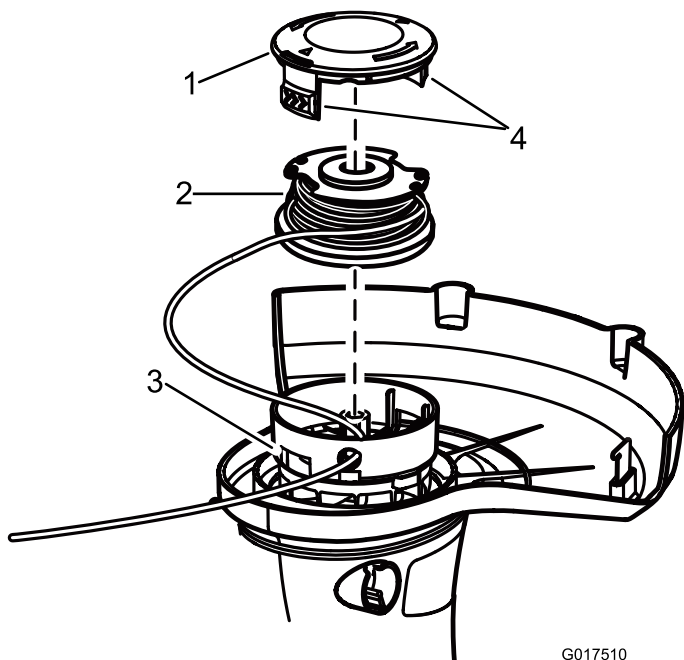

Figura 10
2. Presione las pestañas laterales del retén del carrete (Figura 10).